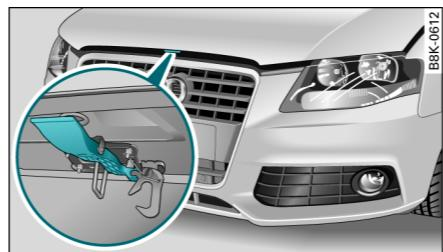

图 241 发动机舱盖下面的开启把手
- 将发动机舱盖下面的翘板开关向上按压 ⇒ 图 241。此时锁钩会松开。